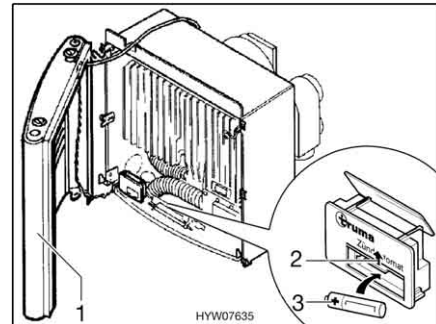

Fig. 126 Riscaldamento acceso
- Posare da un lato la copertura (Fig. 126,1) di modo da non dover estrarre il cavo di allacciamento per la ventola dell'aria calda e per la lampadina di controllo accensione.
- Spingere la copertura del vano batteria sul dispositivo di accensione (Fig. 126,2) verso l'alto.
- Inserire una nuova batteria (Fig. 126,3) dello stesso tipo nel vano batteria del dispositivo di accensione rispettando la polarità (+/-). Utilizzare soltanto batterie Mignon resistenti alle alte temperature (+70 °C) e sicure da perdite.